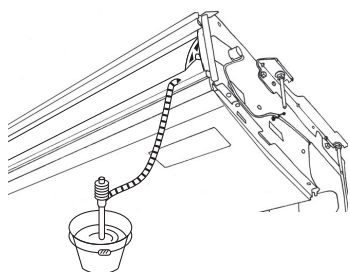

Fig. 5-3
1. Прикрепите соединительную муфту ⑤, входящую в комплект поставки прибора, к дренажному отверстию прибора с помощью винилхлоридного адгезива.
2. Прикрепите изоляцию для муфты ⑥, поставляемую в комплекте с прибором, к соединительной муфте ⑤.
3. Прикрепите установленный на месте дренажный трубопровод (VP-20) к соединительной муфте ⑤ с помощью винилхлоридного адгезива.
4. Оберните изоляцию дренажного трубопровода ⑦, входящую в комплект поставки прибора. (Шовная обмотка)
- Ⓒ Изоляция для муфты ⑥
- Ⓓ Соединительная муфта ⑤
- Ⓔ Изоляция для дренажного трубопровода ⑦
5. Убедитесь в правильности дренажа. (Fig. 5-3)